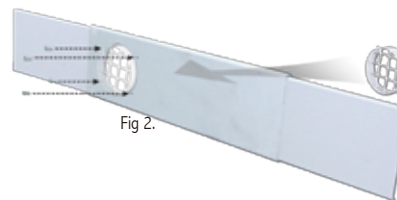

Fig 2.
B. Adjuntar el Accesorio para Manguera: Fig. 2
1. Alinee los orificios de los tornillos del Accesorio para Manguera (2) con el frente del Juego Corredizo para Ventana (1).
2. Usando los 4 tornillos provistos, adjunte el Accesorio Para Manguera (2) al frente del Juego Corredizo para Ventana (1).